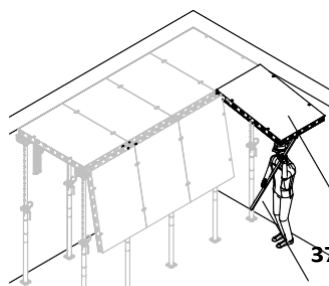
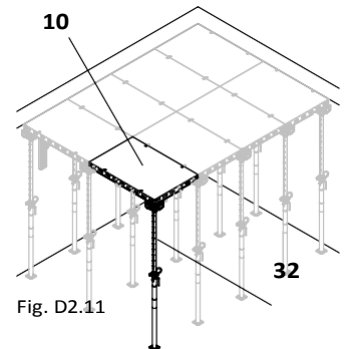

Fig. D2.10
Fig. D2.11
2. Повдигнете първия елемент DP с кофражната вилица DUO (37) и го закачете на нея. (Fig. D2.10)
3. Поставете подпората с главата DFH (32) на края на елемента наклонена навътре и я изправете навън. Разстояние 1.35 m.
5. Издигнете останалите елементи DP по същия начин. (Fig. D2.11)